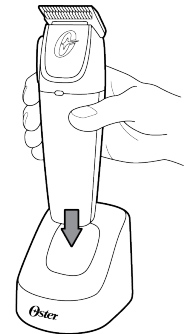

Figure 1
3. Assurez-vous que l'interrupteur de l'appareil est en position d'arrêt (0).
5. Insérez la tondeuse dans le socle de charge de manière à ce que le haut de l'appareil soit face à vous et à ce que les bornes de la tondeuse s'alignent sur les bornes du socle de charge. Le haut de l'appareil est le côté où se trouve l'interrupteur (figure 1).